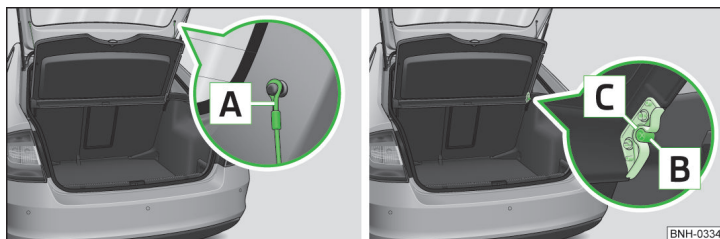

Fig. 76 Sujetar la cubierta del maletero
» Enganchar las cintas de sujeción **A** » fig. 76 en la tapa del maletero.
- » Colocar los alojamientos situados en la cubierta **C** » fig. 76 sobre los pernos **B** del revestimiento lateral.
- Los alojamientos de la cubierta **C** » fig. 76 deben estar encastrados en los pernos del revestimiento lateral **B**.
- Si las cintas de sujeción **A** » fig. 76 están enganchedas en la tapa del maletero, entonces al abrir esta última, también se levantará la cubierta del maletero.